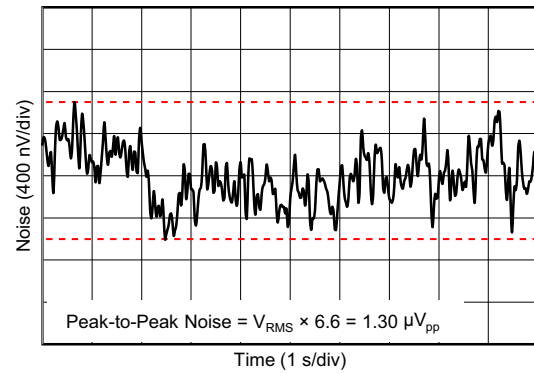

図 5-22. 0.1Hz~10Hz のノイズ
0.1Hz~10Hz のノイズ	<a href="#">図 5-22</a>